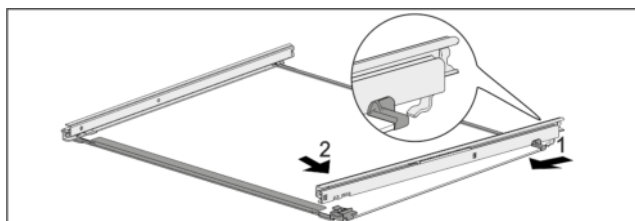

Fig. 105 Glasplatte mit Schienen
- Schiene hinten einhaken. Fig. 105 (1)
- Schiene vorne einrasten. Fig. 105 (2)